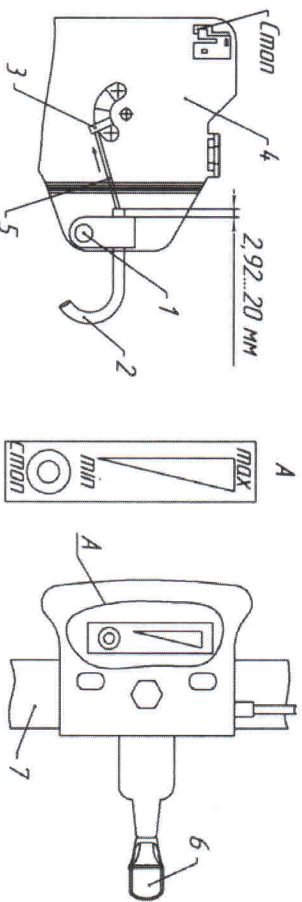

Рис.5. Дистанционное управление двигателями ДМ1К- и ДМ1К-7,5.
3. После установки руля на раму мотоблока следует закрепить механизм управления дроссельной заслонкой (газом) в отверстиях на правой половине руля с помощью винта М6, пружинной шайбы и гайки М6, проверить плавность работы механизма возвратно-опускательными движениями рычага (рис. 5).